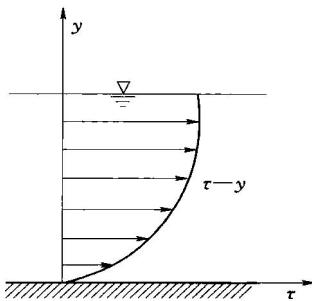

图 1-5
- 1-7 已知二元明渠断面的流速分布为抛物线，如图 1-5 所示，则其切应力分布  $\tau - y$  为\_\_\_\_分布，切应力最大值在\_\_\_\_处。